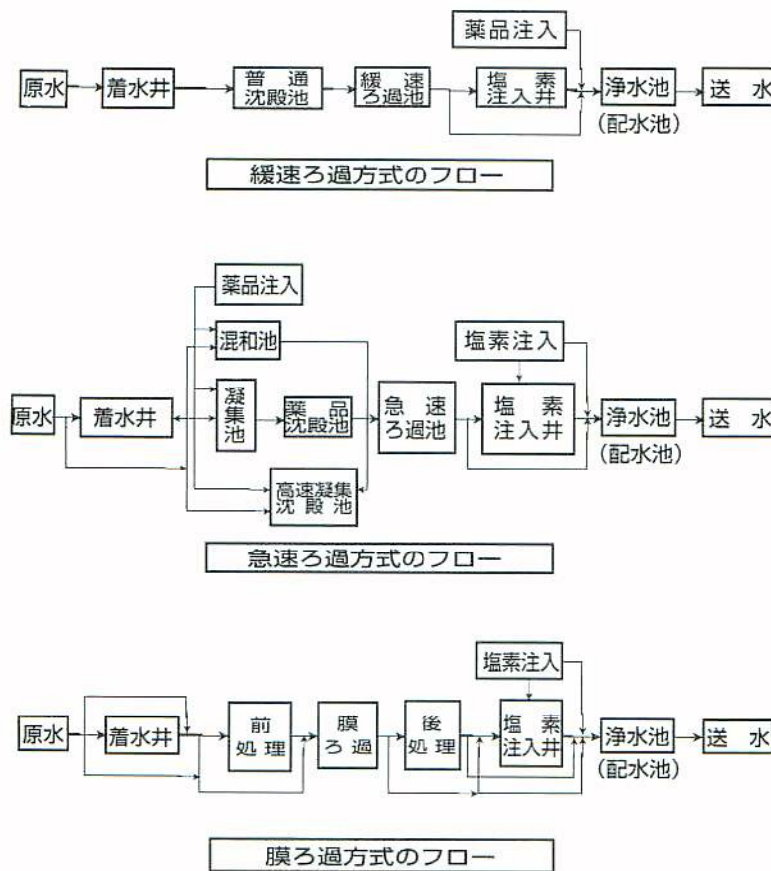

図1 浄水から見た水道水を造る方法
浄水技術から見てみますと、水道水を造る手法としては、図1に示すように、①緩速ろ過、②急速ろ過、③膜ろ過に大別できるようです。